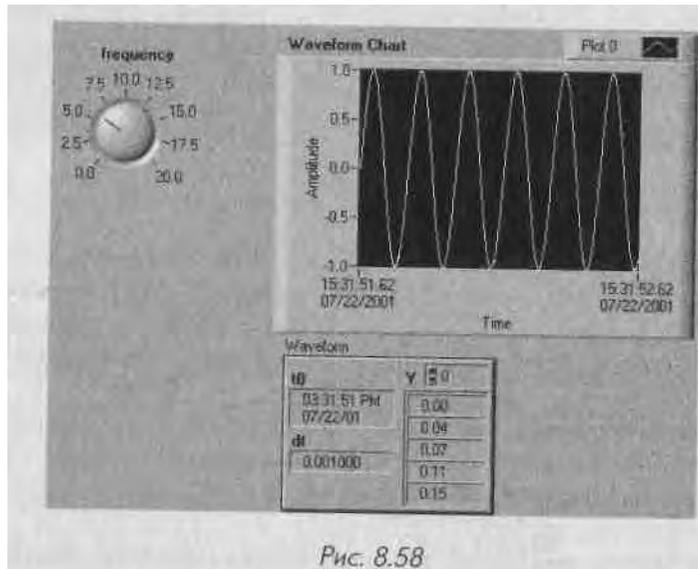

Рис. 8.58
2. Поместите на лицевой панели круглый элемент управления (из палитры **Числовые**) и элементы отображения графика и осциллограммы. Назовите ручку управления **Частота**. Общий вид показан на рис. 8.58,